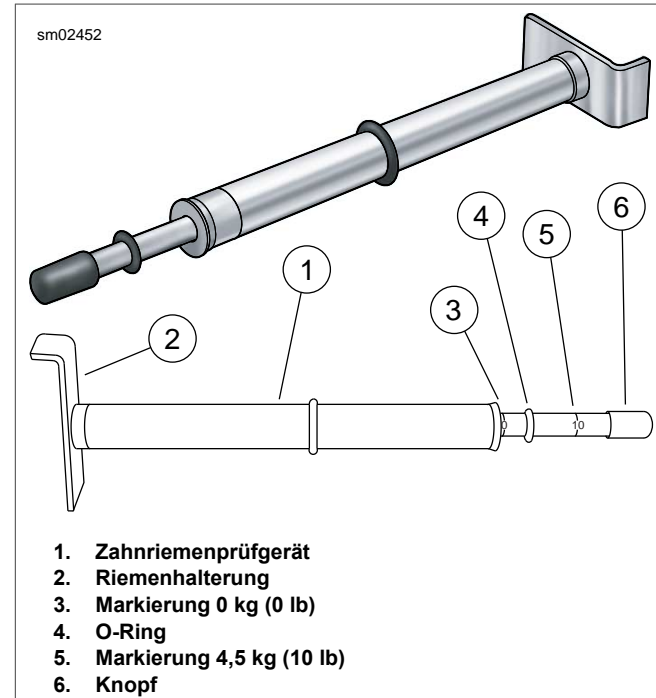

Abbildung 41. Zahnriemenprüfgerät
2. Siehe Abbildung 41. Das H-D-ZAHNRIEMENPRÜFGERÄT (Teile-Nr. HD-35381-A) bereitlegen.